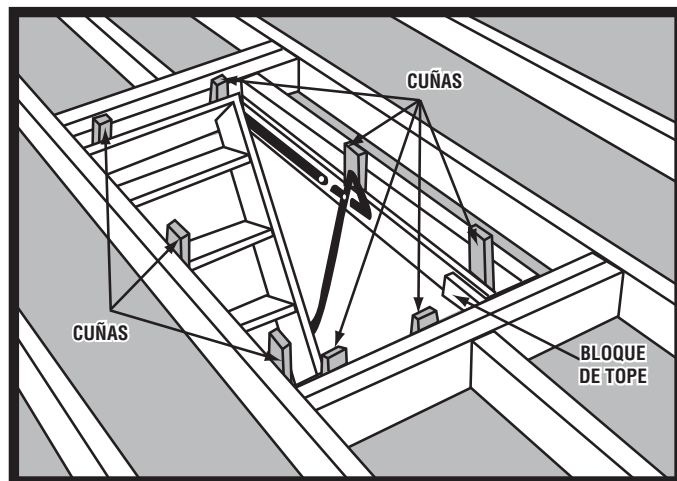

FIGURA 2
- A. Verifique que la escalera está en ángulo recto y nivelada en la abertura preliminar. Si el marco de la escalera se ha encorvado/pandeado mientras la escalera estaba almacenada, los clavos y los bloques de madera utilizados como cuñas lo enderezarán. El encorvado es normal ya que las piezas de madera están sometidas a fuerte tensión del resorte por algún tiempo antes de la compra e instalación (vea la FIGURA 2).